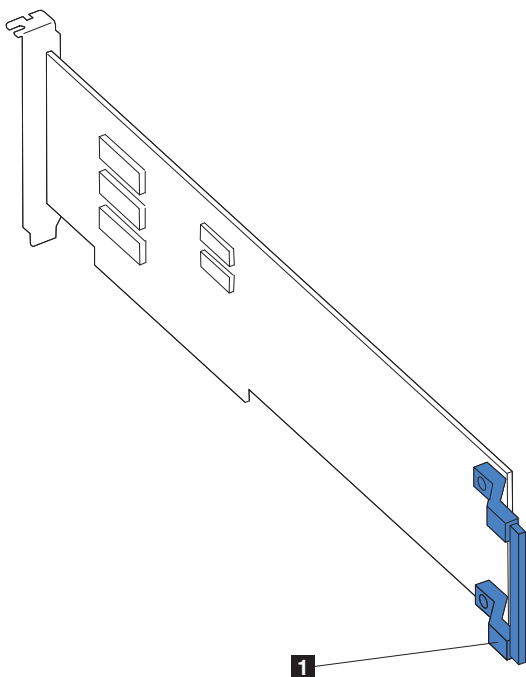

図 42. フルサイズ・アダプター上の、アダプター・ガイドの位置
- a. フルサイズ・アダプターをインストールする場合は、(ある場合は) アダプター・ガイドをアダプターの末端部より取り外します (図 42 を参照)。